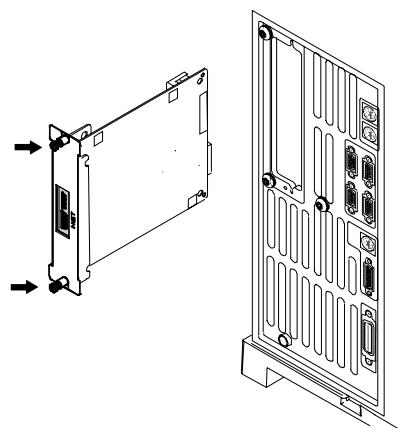

図32 LANカードを取り出す
- 8 MIOカード(LANカード)が装着されている場合、2本のマウンティングネジを緩め、カードを滑らせてGCから取り出します(図32)。